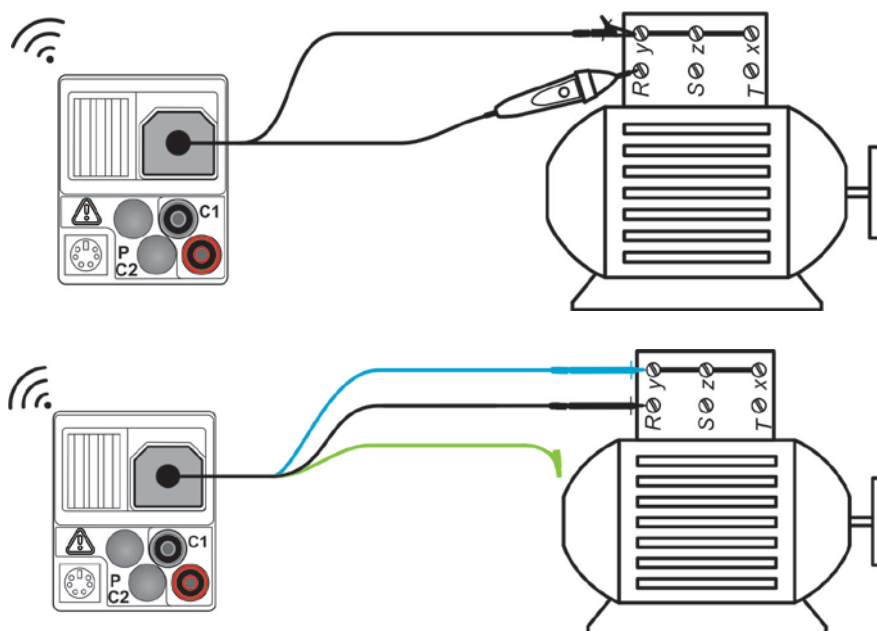

Рисунок 5.14: Приложения с щупом с наконечником «Tip commander» и 3-х проводным тестовым кабелем
- ❑ **Подсоедините** испытательные выводы к исследуемому объекту (см. Рисунок 5.14: Приложения с щупом с наконечником «Tip commander» и 3-х проводным тестовым кабелем).